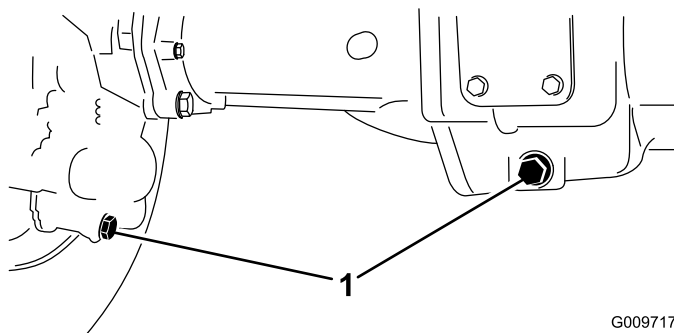

Figura 58
2. Pulite attorno ai 3 tappi di spurgo, 1 per lato ed 1 in centro (Figura 58).